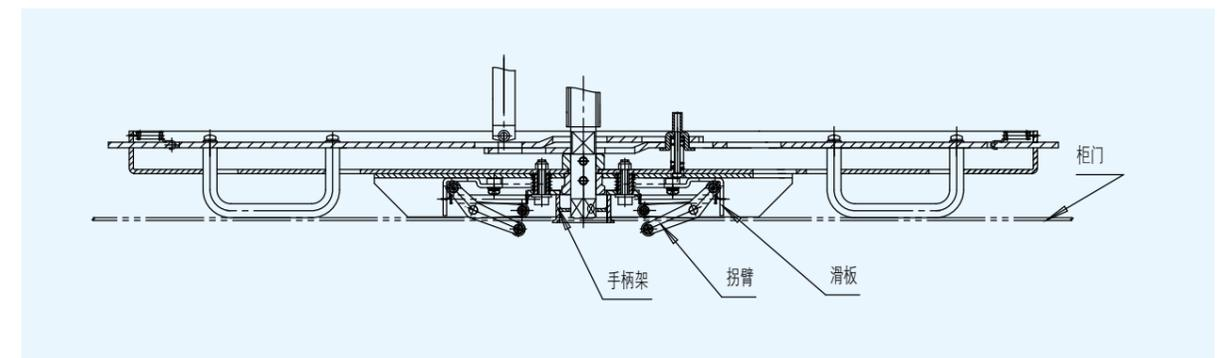
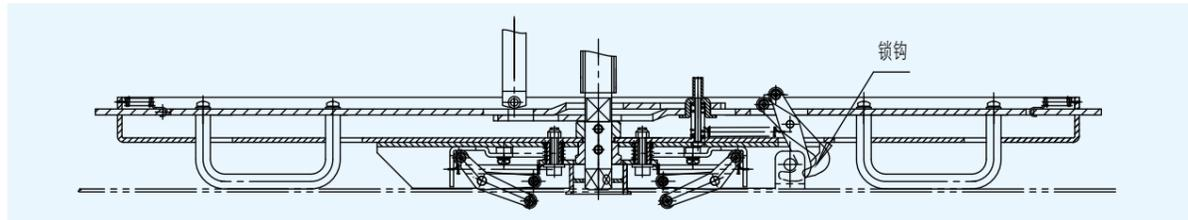
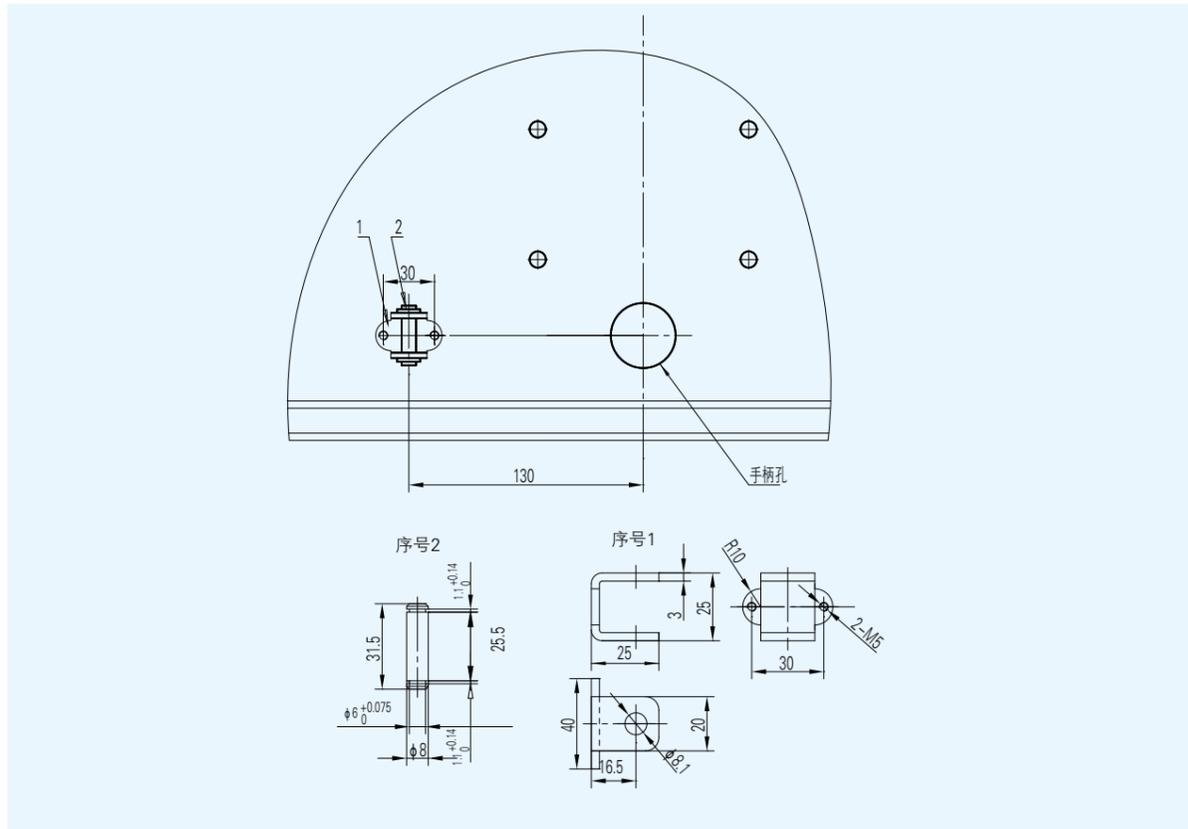

图 1-9 底盘车关门联锁方案 1
图 1-10 底盘车关门联锁方案 2
图 1-11 底盘车关门联锁方案 2 对应的柜门改动
- 底盘车关门联锁工作原理及柜门改动详见图 1-9、图 1-10、图 1-11。